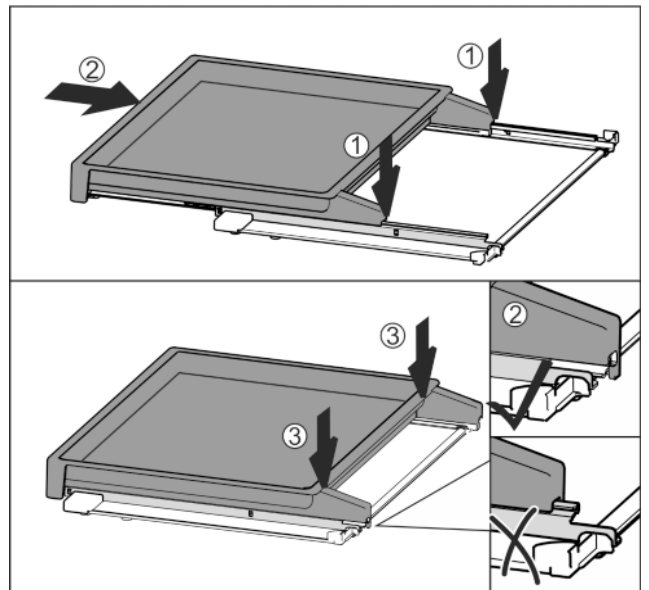

Fig. 38
- ▶ Colóquelo centrado sobre los rieles Fig. 38 (1).
- ▶ Introduzca por completo el estante extraíble Fig. 38 (2).
- ▶ Presione en el lado trasero hasta que encaje de forma perceptible Fig. 38 (3).